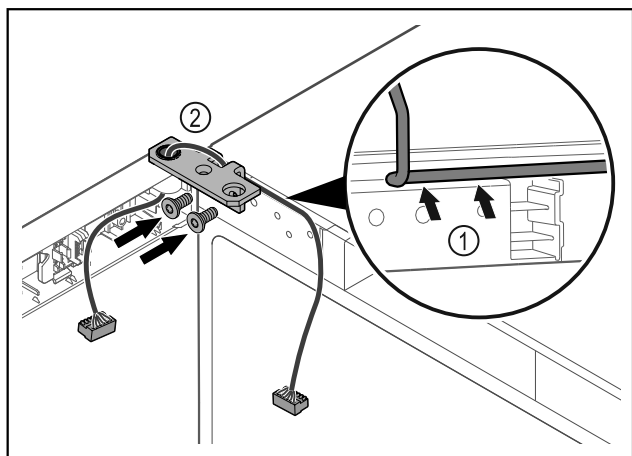

Fig. 58
- Vadiet kabeli caur lokāmā kronšteina padziļinājumu un uzmanīgi izvietojiet Fig. 58 (1).
- Pieskrūvējiet lokāmos kronšteinus Fig. 58 (2).